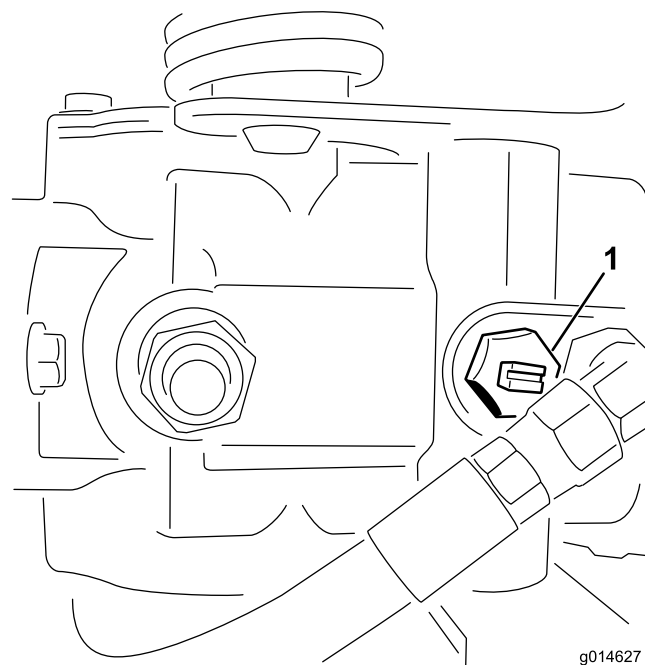

Figura 41
1. Girate la valvola bypass sulla pompa in modo che la scanalatura sia verticale (Figura 41).
2. Prima di avviare il motore chiudete la valvola bypass girandola in modo che la scanalatura sia orizzontale (Figura 41).